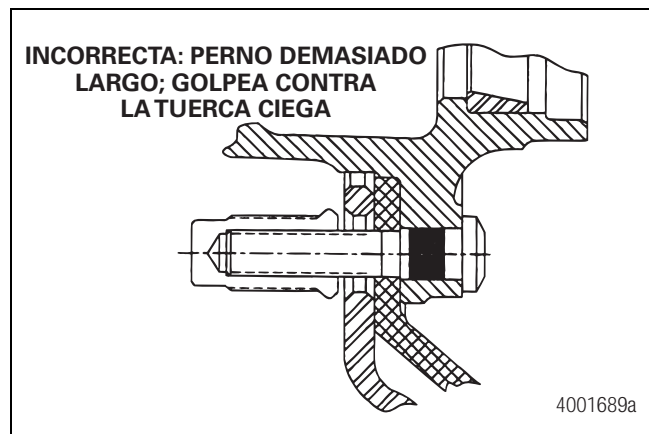
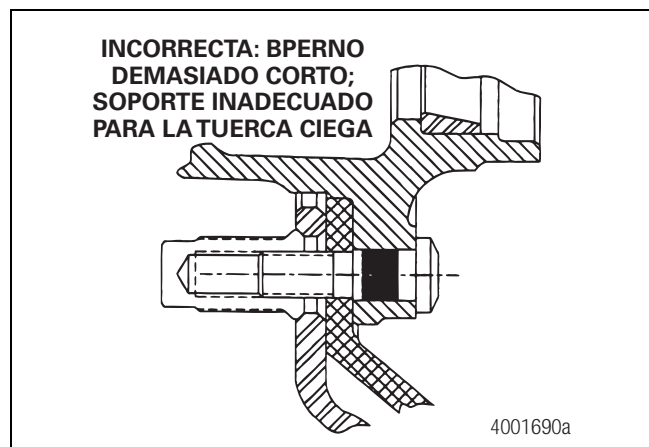

Figura 6.16
Figura 6.17
- B. En la Figura 6.16 y en la Figura 6.17 se muestra una porción sobresaliente incorrecta.